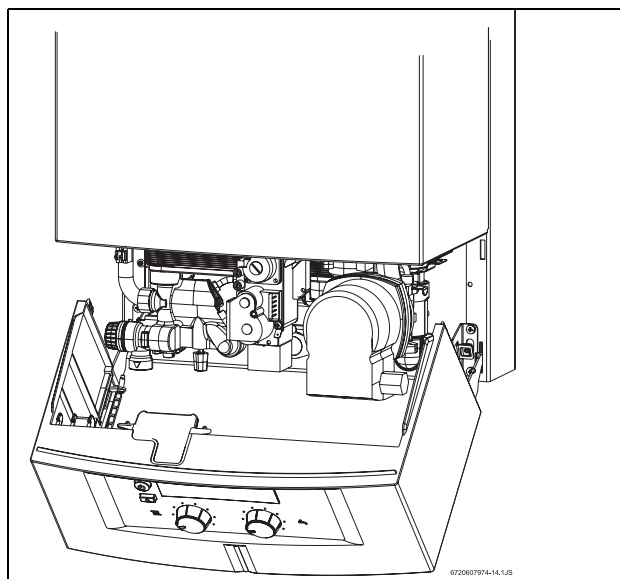

Fig. 29 Posição de serviço para ajustes do gás
- ▶ Baixar o painel de comandos para a posição de serviço (ver Fig. 29).